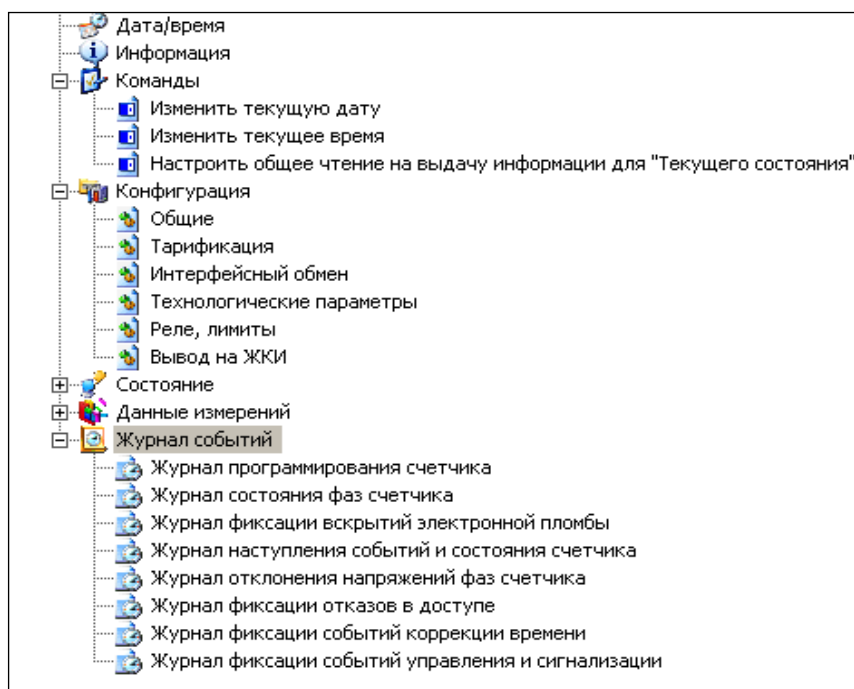

Рисунок 7.29 – Журналы счетчика
7.4.22.4 Журналы и их счетчики-указатели (см. ПРИЛОЖЕНИЕ Б) доступны для просмотра по интерфейсу в ПО AdminTools (рисунок 7.29).